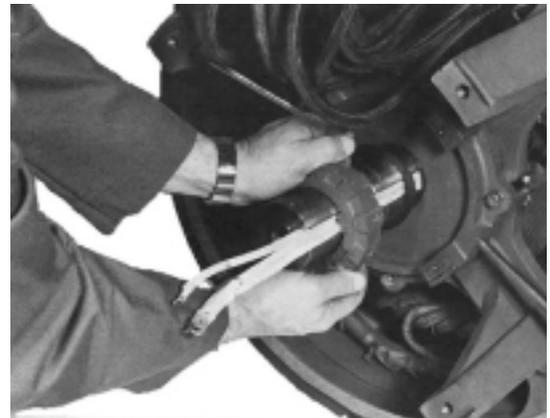

Figure 6-66
2. Faire glisser le rotor du PMG sur son arbre. (Figure 6-66)